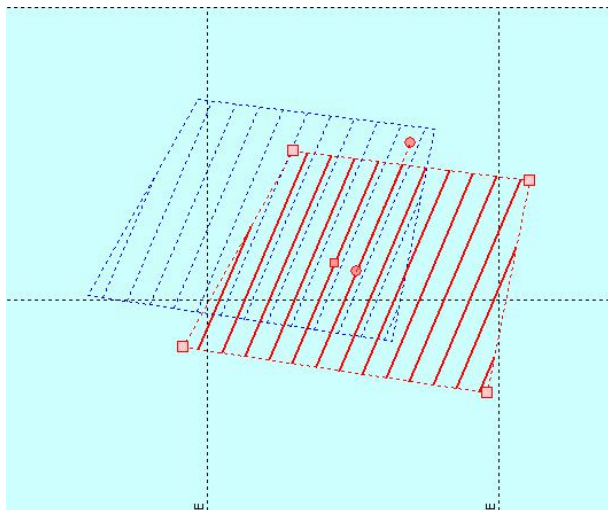

图 8.7 拖动集合对象
(1) 进行整体平移拖动，拖动过程中会看到有个历史印记（蓝色虚线），如图 8.7 所示。